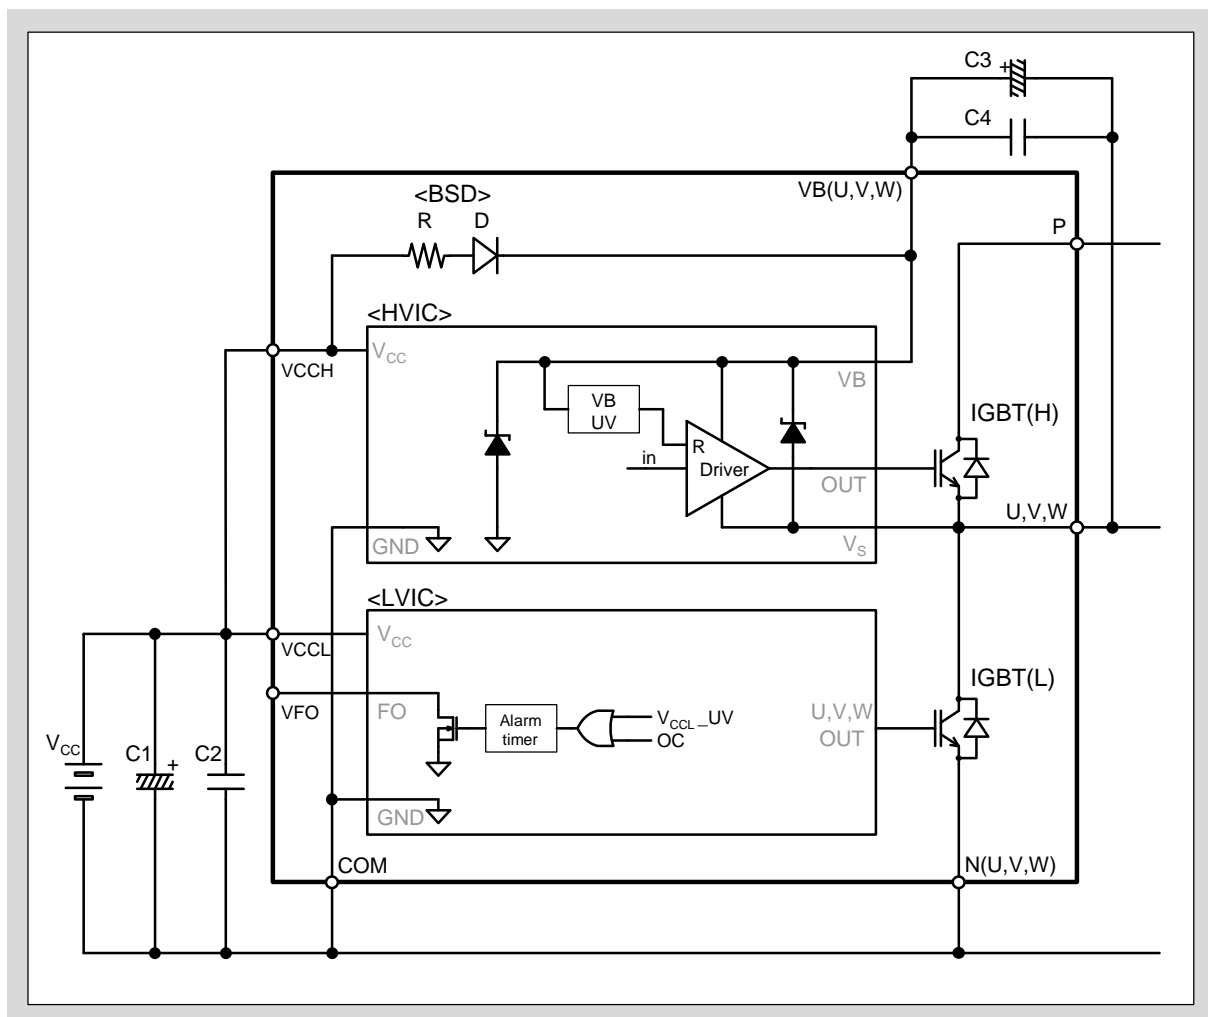

図3-4 ハイサイド駆動電源端子VB(U, V, W)の低入力電圧保護回路
- 図3-4にハイサイド駆動電源端子VB(U, V, W)の低入力電圧保護回路を示します。
- 図3-4に示すようにVB(U, V, W)-(U, V, W)とVB(U, V, W)-COM端子間にダイオードが接続されています。これらのダイオードは本製品をサージ入力から保護するためのものであるため、電圧クランプダイオードとして使用しないでください。本製品が破壊する恐れがあります。